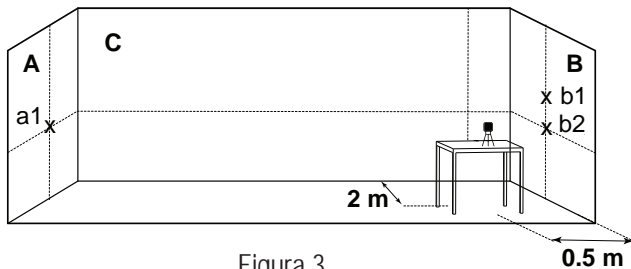

Figura 3
- 10) En la pared **B**, marque el centro de los rayos cruzados como **b2** (véase la figura 3).